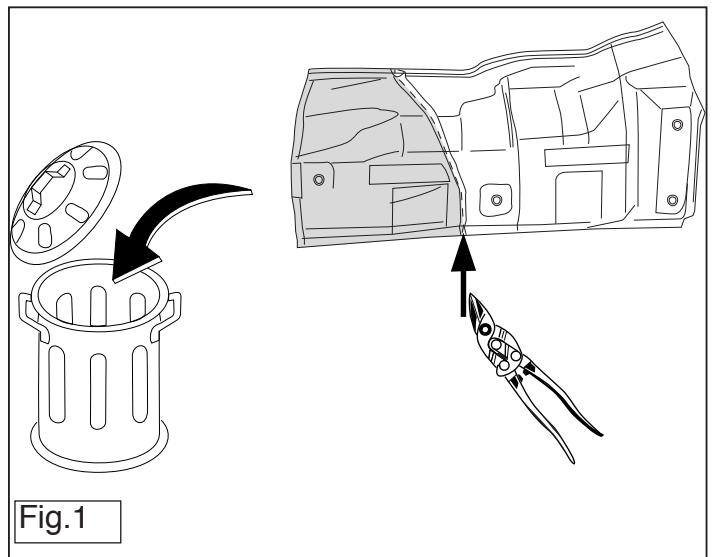

Fig.1
3. Cut out the portions as indicated in fig. 1.
3. Gemäß Abb. 1 die angegebenen Teil herauserschneiden.
3. Coup les partie indiquées conformément à la figure 1.
3. Klippa ut delarna enligt fig. 1.